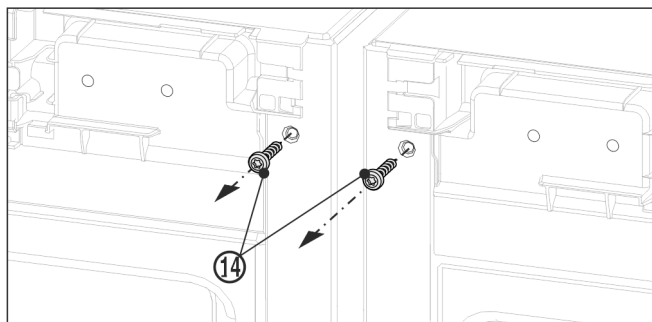

Fig. 11
- ▶ Avant le montage de l'équerre supérieure, tourner les deux vis de terre Fig. 11 (14).